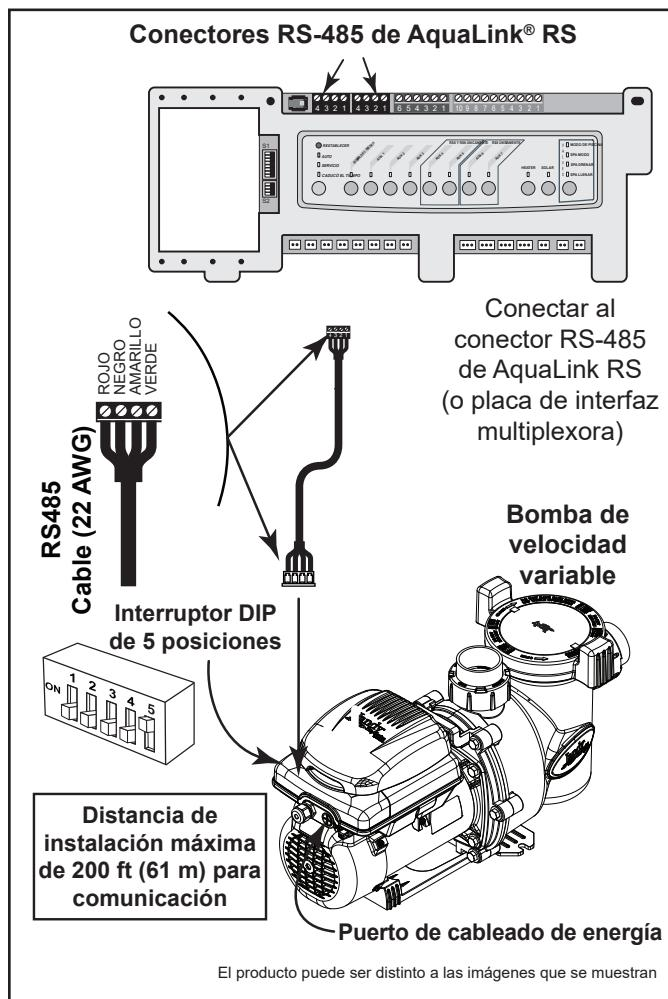

Figura 7. Cómo cablear el controlador AquaLink RS o el PDA AquaLink
- Deslice los interruptores DIP 1 y 2 a la posición de APAGADO. Deslice el interruptor DIP 5 a la posición de ENCENDIDO. Consulte la Figura 7.
- Conecte el nuevo cable RS-485 desde AquaLink a través del acople de compresión disponible y tienda el cable de 4 conductores a través del puerto roscado del accionador del motor más cercano al conector. Figura 7.
- Conecte el conector RS-485 en AquaLink® RS (o la placa de interfaz multiplexora), y haga coincidir los colores de los cables con las posiciones del conector de la manera siguiente: 1-rojo, 2-negro, 3-amarillo y 4-verde. Consulte la Figura 7.
- Extraiga los seis (6) tornillos para desconectar el controlador de velocidad variable de la base del controlador en el motor de la bomba.
- Desatornille los cuatro (4) terminales del conector y desconecte los cables del conjunto de cables del motor.
- Fije la cubierta del bolsillo y la junta con seis (6) tornillos a la base del controlador de velocidad variable del motor.
- Quite el único (1) tornillo y la cubierta de acceso para completar las conexiones eléctricas al motor.
- Prepare el cable y conecte otro conector de 4 pasadores. Asegúrese de que los colores de los cables coincidan con la Figura 7.
- Verifique que la configuración de los interruptores DIP coincidan con la Figura 7.